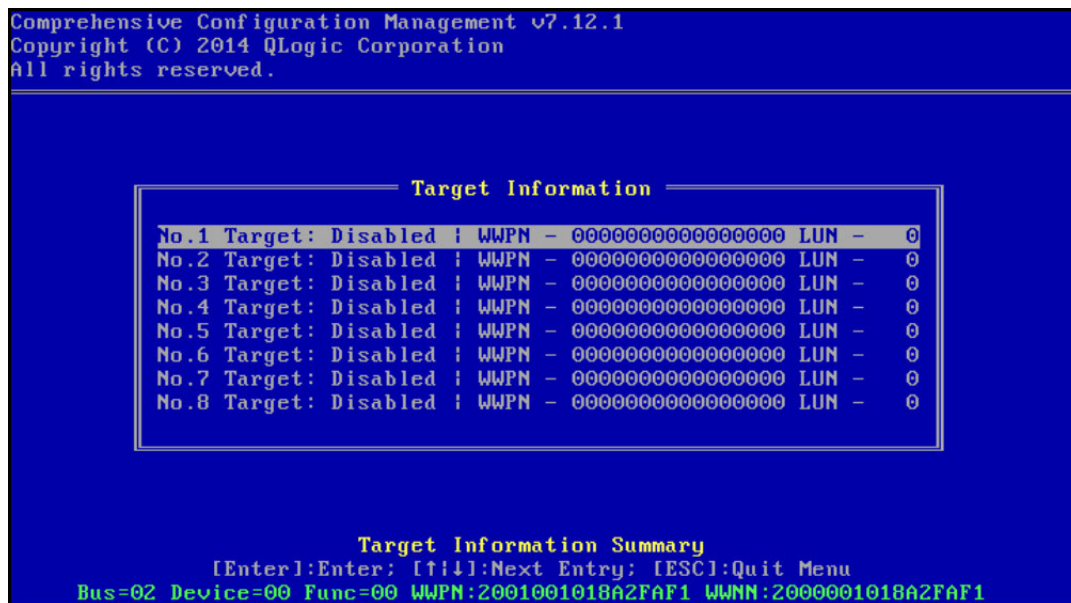

図 14-5. CCM ターゲット情報
5. ブートターゲットと LUN を設定します。**Target Information** (ターゲット情報) メニューから、最初に利用できるパスを選択します (図 14-5)。